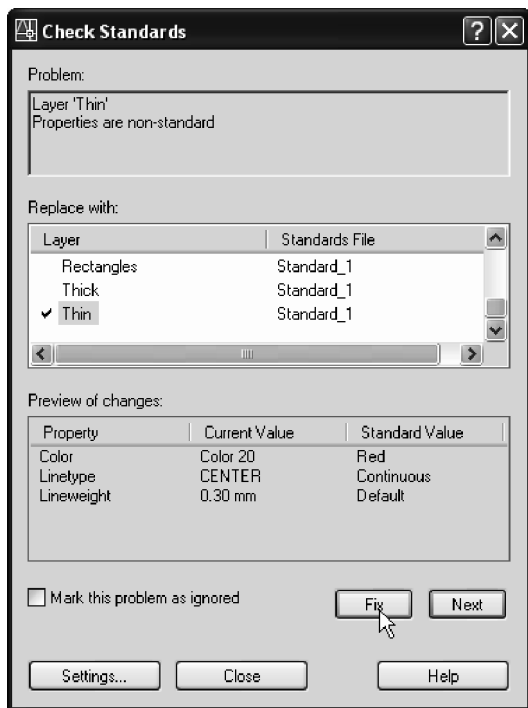

Fig. 5.48 Fereastra **Check Standards**
2. În urma acțiunii comenzii, apare fereastra de dialog din Fig. 5.48, în care sunt raportate, succesiv, abaterile de la proprietățile desenului standard (în exemplul din figură, stratul numit **Thin** are asociate culoarea, tipul și grosimea liniei, altele decât cele standard; din lista *Replace with:* se alege stratul din desenul standard din care vor fi copiate proprietățile).